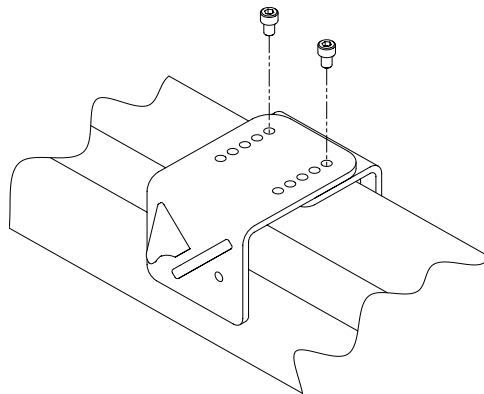

Figura 3: Cómo fijar la placa frontal a la placa trasera.
4. Coloque la placa delantera sobre la placa trasera enfrentadas en direcciones opuestas y fíjelas usando 2 de los tornillos de cabeza hueca M8 X 1,25 X 14 (vea la Figura 3).